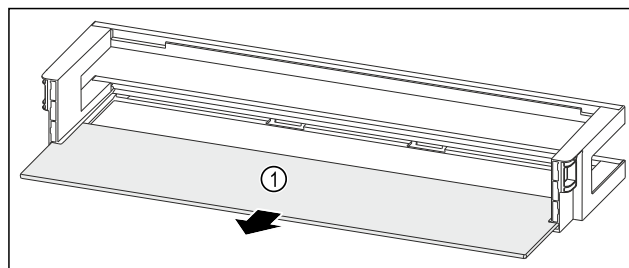

Fig. 136 Дверная полка со съемной полкой
- ▶ Извлеките съемную полку Fig. 136 (1).